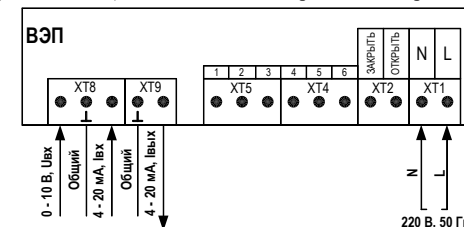

Рисунок 4. Схема подключения с управлением аналоговым сигналом.
- аналоговое 4-20мА или 0-10В (схема подключения рис. 4);